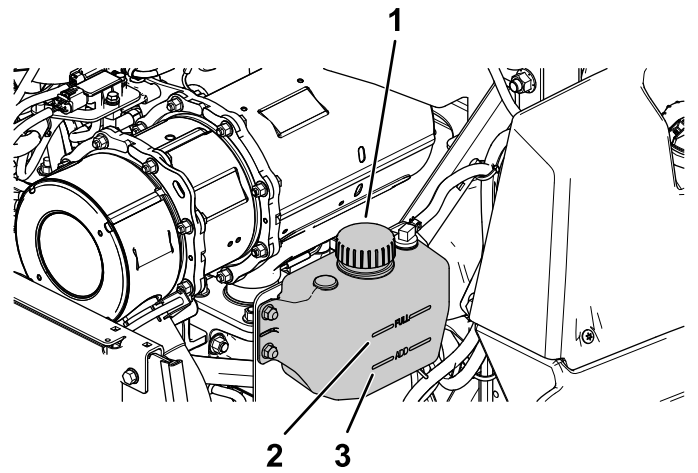

Figure 55
2. Vérifiez le niveau du liquide de refroidissement dans le vase d'expansion (Figure 55).
3. Si le niveau du liquide de refroidissement est trop bas, enlevez le bouchon du vase d'expansion et faites l'appoint de liquide spécifié (Figure 55).